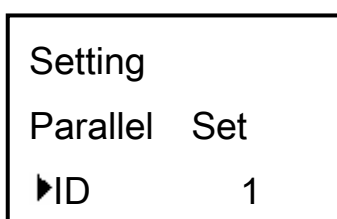

Fig.5 : parallel setting
- 3) Pulse el botón hacia adelante o hacia atrás, seleccione "Configuración" y pulse ENT para menú, fijaba, como la figura 4, a continuación, pulse de nuevo el botón hacia adelante o hacia atrás, elija "grupo paralelo" y presione ENT para acceder al menú de configuración en paralelo, como Fig.5.